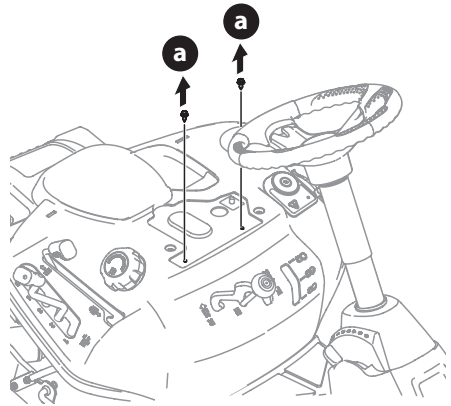

Figura 8
2. Extraiga los dos tornillos autorroscantes (a) instalados en fábrica en el tractor cortacésped (Figura 8).